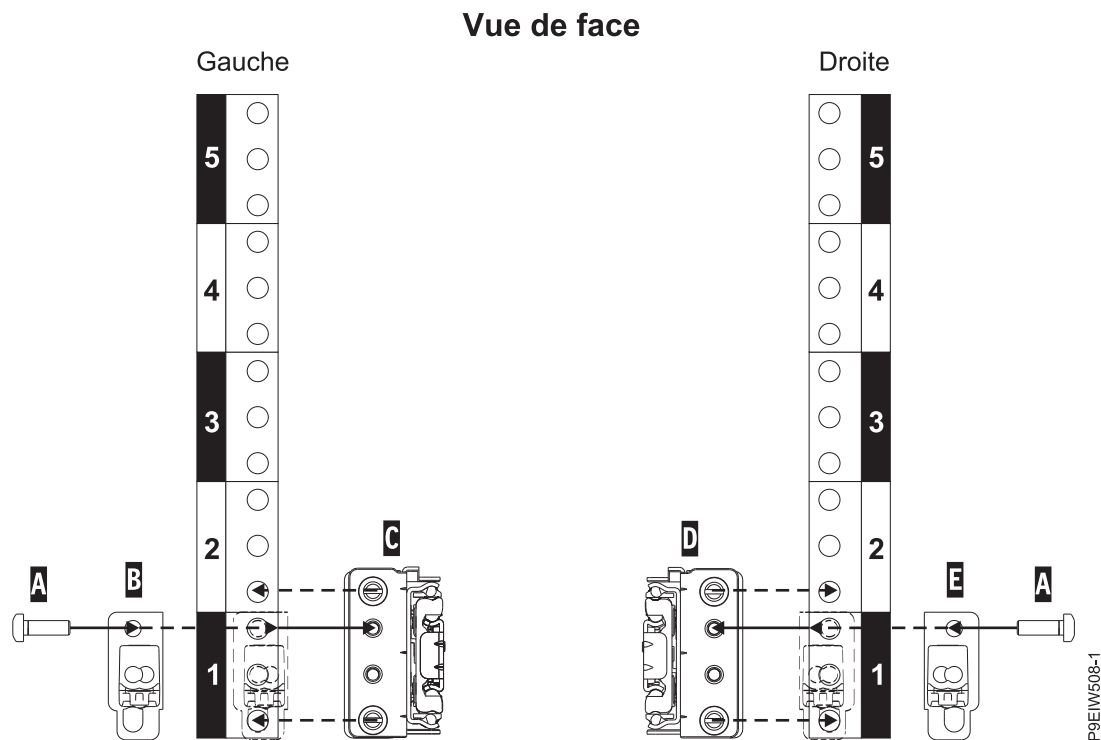

Figure 3. Fixation des glissières à l'avant de l'armoire
2. A l'avant de l'armoire, positionnez la glissière de gauche (C) entre les normes de montage EIA avant et arrière côté gauche, comme illustré dans la figure 3, à la page 5.
5. Positionnez le loquet de fermeture avec ressort (B) en recouvrant l'espace EIA avant de la glissière, comme illustré dans la figure 3.
6. Utilisez l'outil à tête hexagonale T25 pour fixer le loquet de fermeture avec ressort à la bride de glissière avant avec une vis à tête cylindrique M5 X 16 mm Torx (A). Placez la vis dans le trou supérieur de l'unité EIA comme illustré à la figure 3.
7. Répétez les étapes 1, à la page 4 à 6 pour la glissière de droite (D), comme illustré dans la figure 3. La glissière de montage de droite est marquée d'un identificateur R à l'emplacement avant.